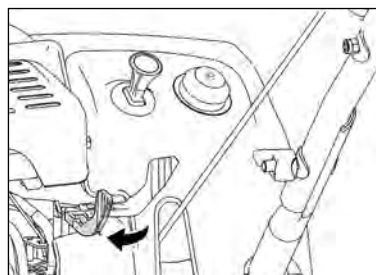

Рис. 13
8. Когда двигатель прогреется, медленно переведите рукоятку воздушной заслонки в положение «открыто» (рис. 13).